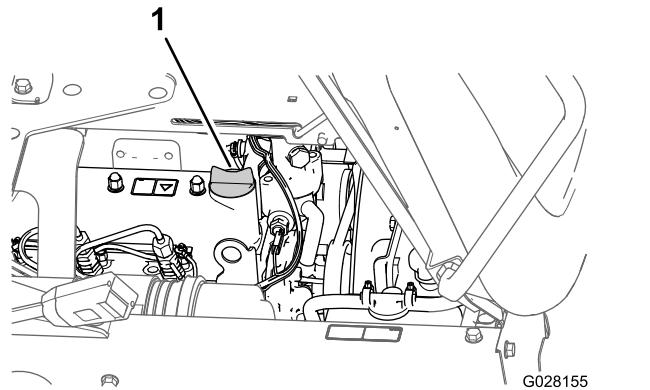

Bild 73
5. Nehmen Sie den Ölfülldeckel vom Füllstutzen an der Ventilabdeckung des Motors ab und gießen Sie ungefähr 80 % der angegebenen Ölmenge langsam in den Füllstutzen (Bild 73).
- Setzen Sie den Ölfülldeckel auf den Füllstutzen (Bild 73).